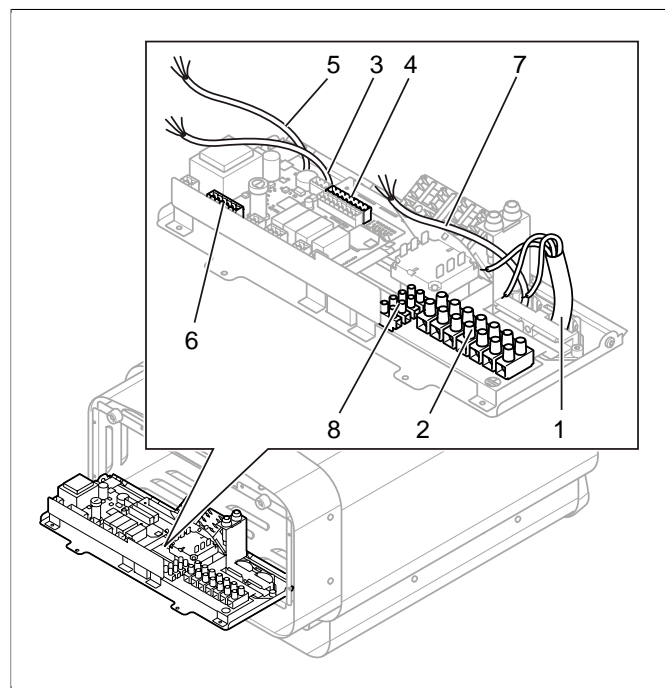

Fig 9: Carte électronique
Raccorder le câble électrique (1) au rack (2 (cf. **Fig 9**, page 5) selon schéma de raccordement (cf. Le paragraphe **Schéma de raccordement**, page 9).
4. Raccorder le câble du panneau de commande (3) dans racks(4) (cf. **Fig 9**, page 5) en suivant le schéma de raccordement (cf. Le paragraphe **Schéma de raccordement**, page 9).
5. Raccorder le câble du capteur (5) au rack (6) (cf. Le paragraphe **Schéma de raccordement**, page 9) en suivant le schéma de raccordement (cf. Le paragraphe **Schéma de raccordement**, page 9).
6. Raccorder le cas échéant le câble de l'éclairage (7) voir **Fig 9**, page 5 au rack (8) en suivant le schéma de raccordement **Fig 19**, page 9.